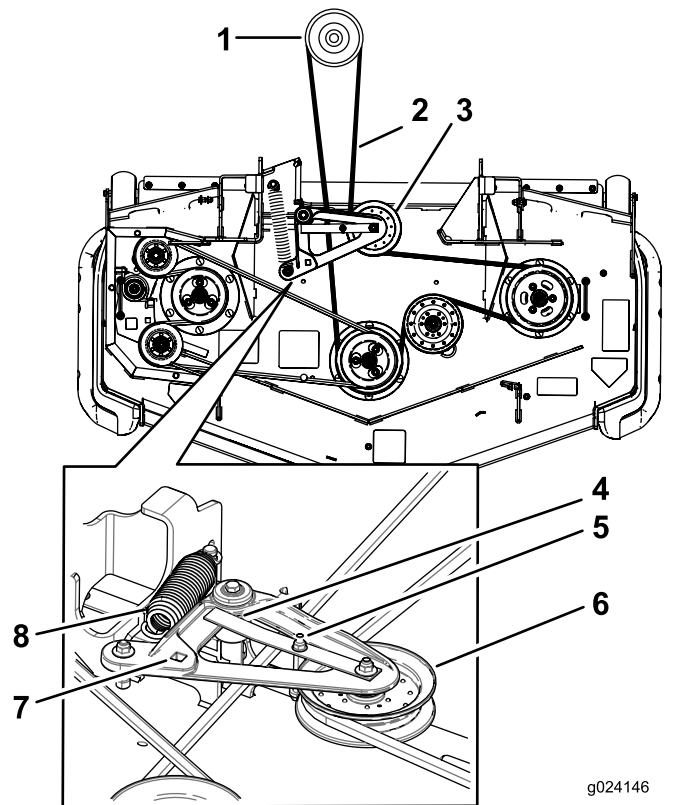

Bild 73
10. Setzen Sie eine Ratsche in das rechteckige Loch ein und verlegen Sie den neuen Riemen um die Riemenscheiben des Mähwerks und um die Spannscheiben (Bild 73).
8. Setzen Sie eine Ratsche in das rechteckige Loch im Spannarm ein, um die Spannung an der Spannscheibenfeder zu lösen (Bild 73).
10. Heben Sie die Riemenführungsnase an und nehmen den vorhandenen Riemen ab (Bild 73).
11. Verlegen Sie den neuen Riemen um die Mähwerk- und Bremsspannscheiben unter dem Motor (Bild 73).
12. Drehen Sie die Riemenführungsnase und stellen Sie sicher, dass sie gegen den Drehzapfenhub anschlägt Bild 73.
13. Setzen Sie die Spannscheibenfeder mit der Ratsche in das rechteckige Loch ein (Bild 73). Stellen Sie sicher, dass die Federenden in den Verankerungsritzen sitzen.